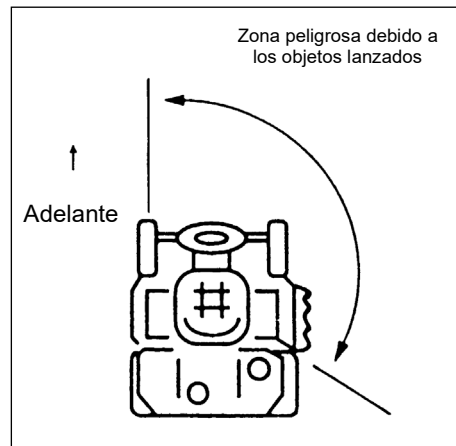

Figura 19
**Compruebe que no haya nadie en el camino de corte y especialmente en la zona, en la que pueden caer objetos arrojados por la máquina (Figura 19).**